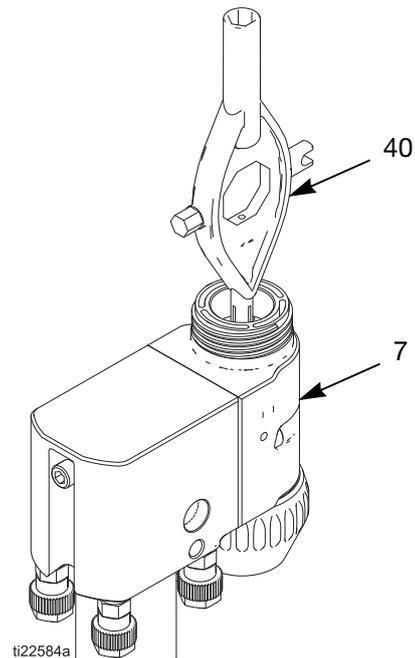

FIG. 31. Sostituzione dell'elettrodo
3. Svitare l'elettrodo (4) con l'attrezzo multiuso (40) dalla parte anteriore del corpo della pistola (7). FIG. 31.